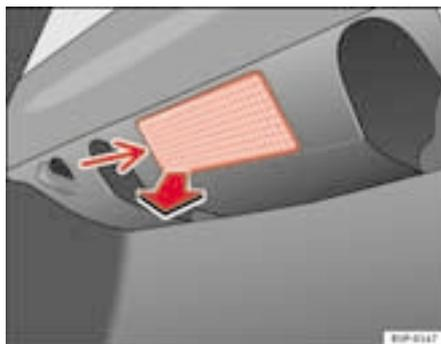

Fig. 192 Luz do porta-bagagens
- Extrair a tulipa pressionando o rebordo da parte interior da mesma -seta- com ajuda da parte plana da chave de parafusos ⇒ fig. 192.